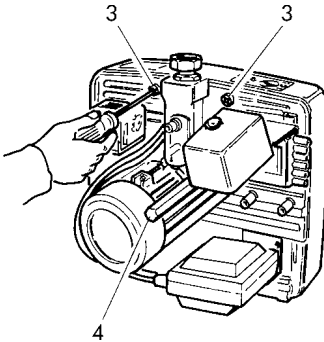

fig.2
- Desatornillen los tornillos **3** y el perno central **4** (fig.2).